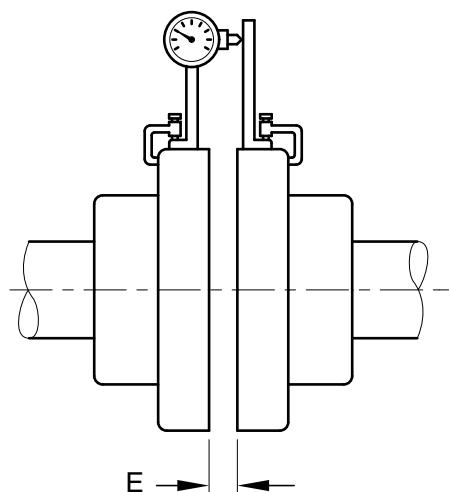

Рис. 7 Аксиальное измерение
4.2.3.1 Аксиальное измерение (рис.7)